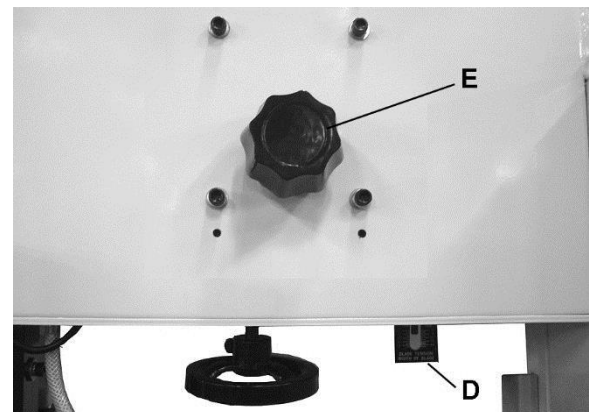

Abb. 8
4. Der Spannungsanzeiger (D, Abb. 8) dient nur als Orientierungshilfe, die Einstellung der Blattspannung sollte mit der Fingerdruck-Methode erfolgen.
1. Drehen Sie den Bandlaufgriff (E, Abb. 8) im Uhrzeigersinn, um den Bandlauf am Rad weiter nach vorne zu bringen.